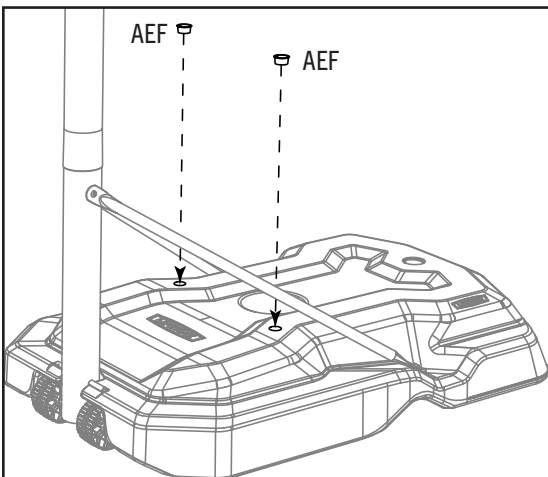

Fig. 1
1. Insert a **plug (AEF)** into each of the two holes in the base (Fig. 1).
1. Insérer un **capuchon (AEF)** dans chacun des deux trous de la base (Fig. 1).
1. Insertar un **tapón (AEF)** en cada uno de los orificios pequeños en la base (Fig. 1).